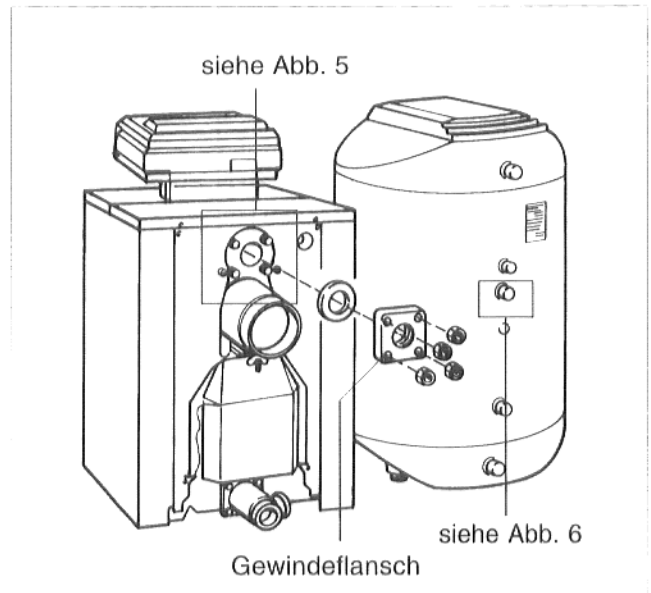

Abb. 4
- Die vier Befestigungsmuttern des Gewindeflansches im Kesselvorlauf entfernen und Gewindeflansch abnehmen (Abb. 4).